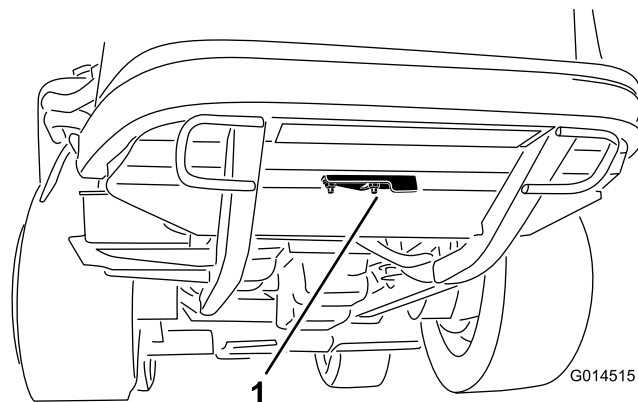

图44
2. 松开将清扫孔盖固定到后机架下面的凸缘螺母图44。将清扫孔盖旋转到一侧露出机架内的清扫孔。